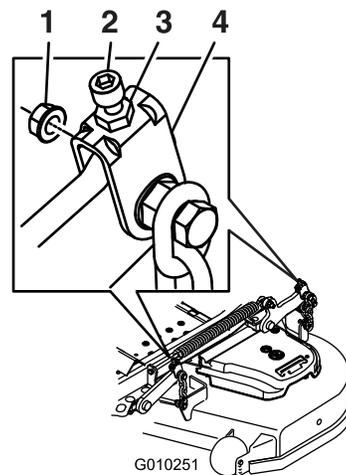

Figura 93
10. Gire la tuerca de ajuste del conjunto de elevación de la carcasa delantera para modificar la altura (Figura 93).
16. Gire el tornillo de ajuste hasta obtener una altura de 8.3 cm ($3\frac{1}{4}$ ") (Figura 93).